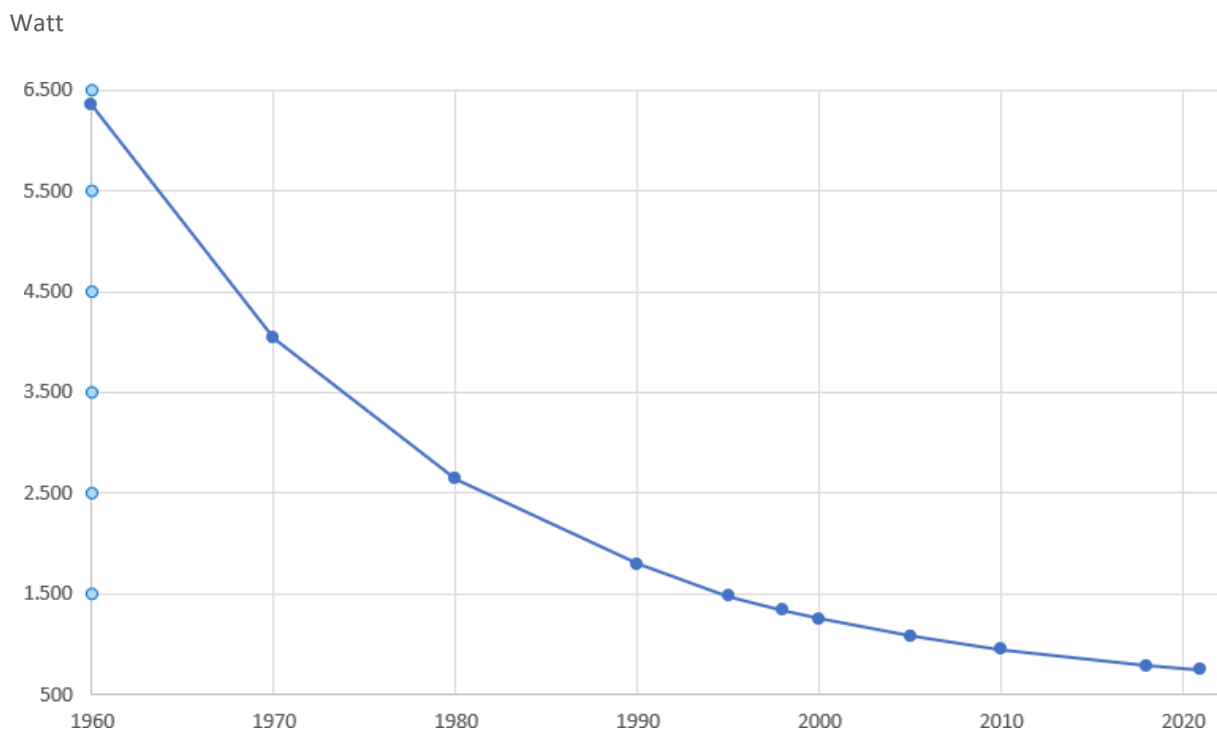

fig. 2. luchtdichtheid- en ventilatieverliezen van nieuwbouwwoningen vanaf 1960 tot 2020
- b. luchtdichtheid van het gebouw of anders gezegd, hoe lek is een gebouw? Zie fig. 2 op blz. 7.
- d. lage temperatuur (LT) warmte-afgiftesysteem via LT-radiatoren en/of vloerverwarming. Vloerverwarmingsleidingen met een onderlinge afstand van max. 10 cm met max. aanvoertemperatuur van 35 gr.